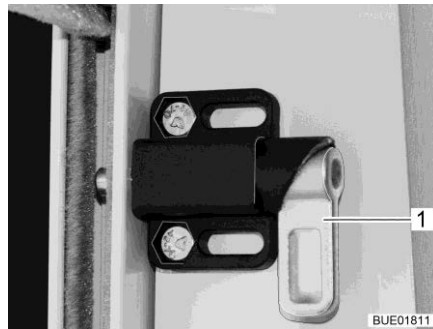

Fig. 104 Verrou de sécurité du dispositif occultant du pare-brise
- Faire tourner des deux côtés le verrou de sécurité (Fig. 104,1) vers le haut.
- Faire tourner des deux côtés le verrou de sécurité (Fig. 104,1) vers le bas.